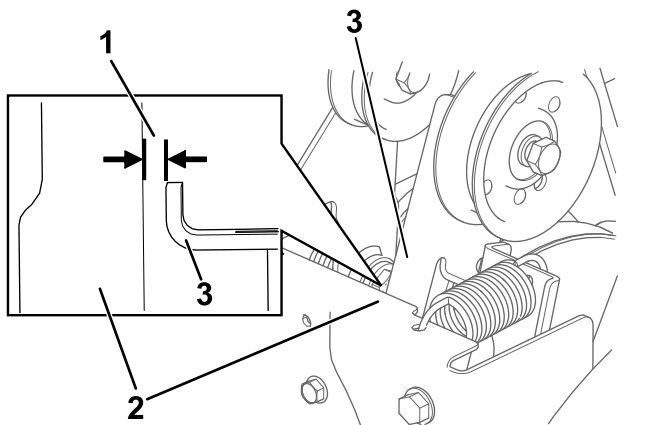

Figura 35
3. Con la leva della coclea/ventola disinnestata, assicuratevi che la distanza tra il braccio della frizione della coclea e il telaio della macchina sia pari a 1,5 mm, come illustrato nella **Figura 35**.